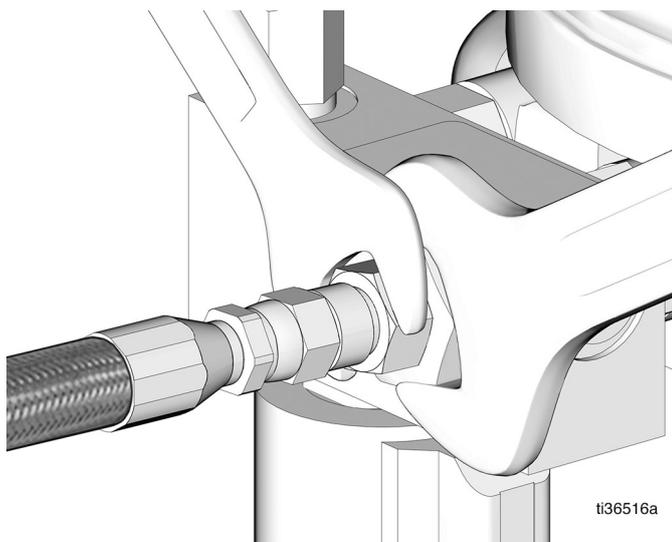

Рис. 3
3. Отсоедините магистральную линию от выпуска насоса (Рис. 3).